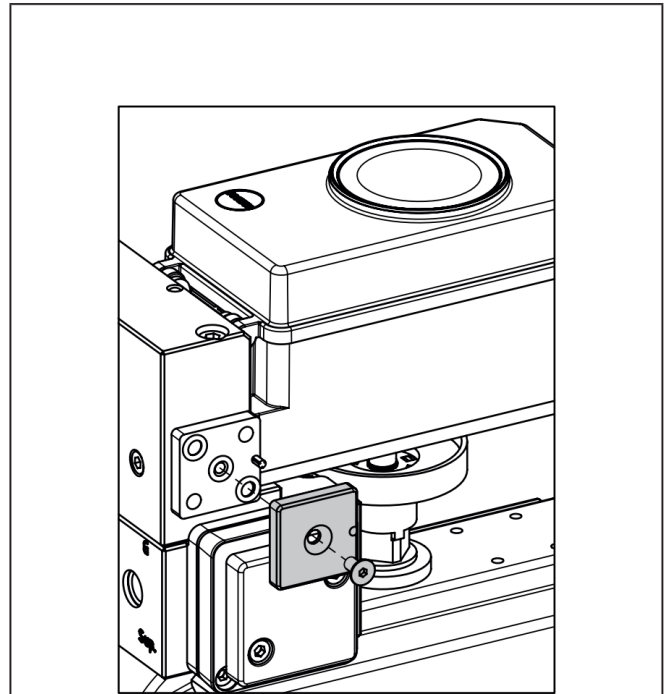

图 5-14: 安装转动板
9. 双作用执行机构安装标有'*Doppel*'的转动板，带部分行程测试功能的单作用执行机构安装标有'*PSI*'的转动板。参见图 5-14。